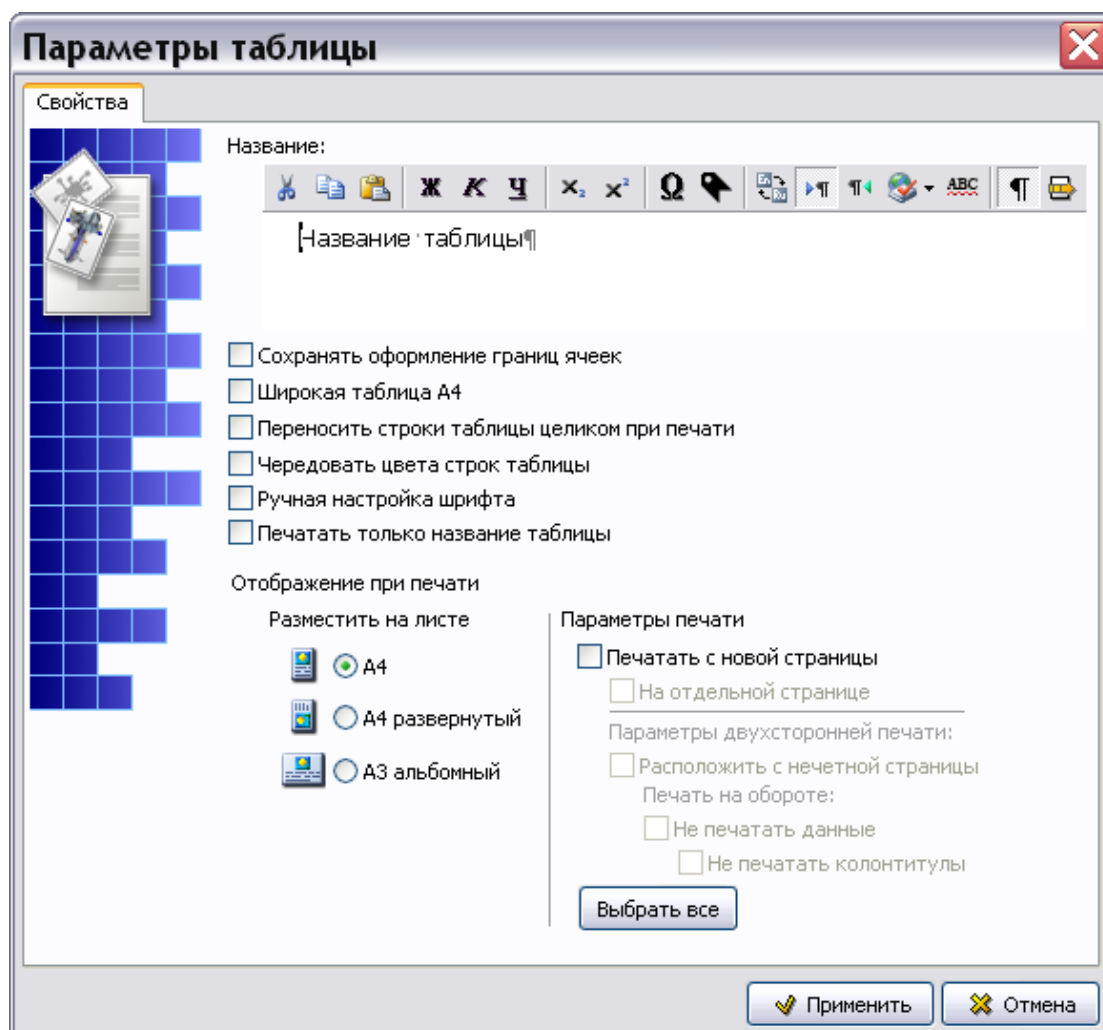

Рис. 13.32
3. В появившемся контекстном меню выберите пункт **Добавить таблицу**. При этом появится диалоговое окно **Параметры таблицы** (Рис. 13.32).